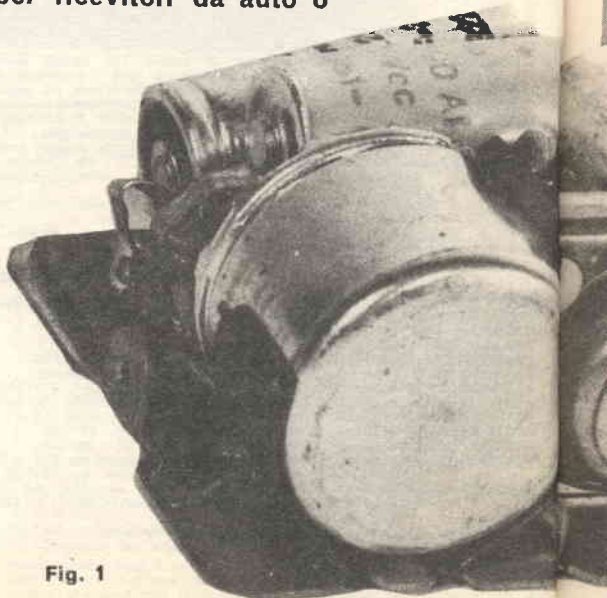

Fig. 1
- A (fig. 1) — **RADIO « FARADAY »** - 5 valvole, 3 gamme - onde medie MF-TV esecuzione lusso L. 13.500 + 500 sp.